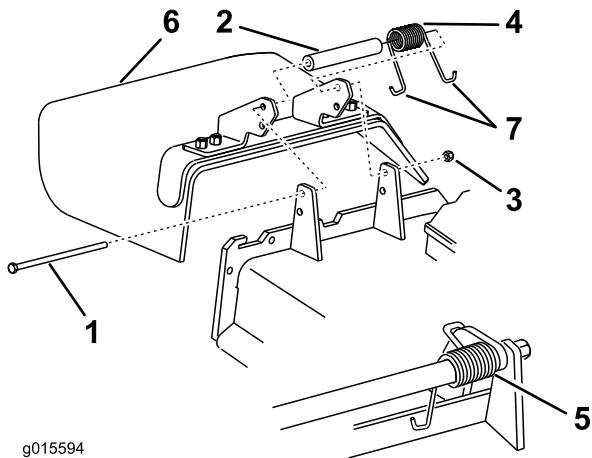

Figura 72
1. Retire la contratuerca, el perno, el muelle y el espaciador que sujetan el deflector a los soportes de pivote (Figura 72). Retire el deflector de hierba dañado o desgastado.
**Nota:** Asegúrese de colocar un extremo en **J** del muelle detrás del reborde de la carcasa antes de instalar el perno, según se muestra en Figura 72.
3. Instale el perno y la tuerca. Coloque un extremo en **J** del muelle alrededor del deflector de hierba (Figura 72).